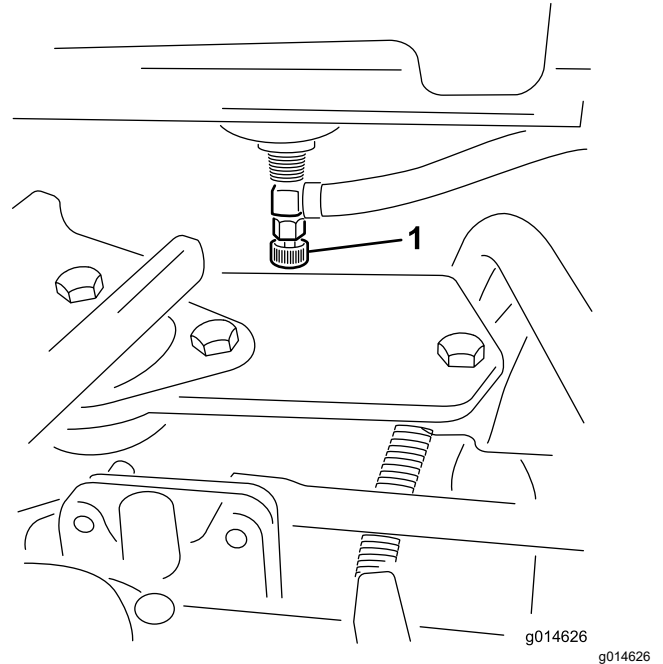

Figura 37
1. Cierre la válvula de cierre del combustible (Figura 37), situada debajo del depósito de combustible.